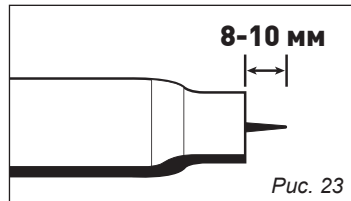

Рис. 23
- Рекомендуемый вылет электрода от сопла (рис. 23) или см. в руководстве к горелке.